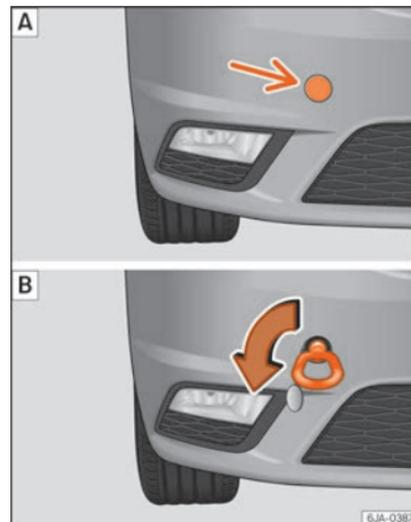

Fig. 66 Parte derecha del parachoques delantero: argolla de remolque enroscada.
- Atornille la argolla delantera en la rosca »» **fig. 66** y apriétela con la llave de rueda.